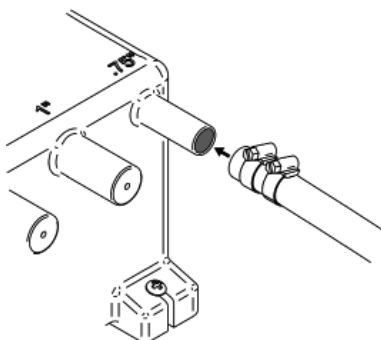

Figure 8 Fixation du tuyau à l'orifice du réservoir
Étape 5: Fixer toute la tuyauterie sur les orifices sélectionnés en utilisant les colliers de serrage qui conviennent, comme illustré à la Figure 8. Vérifier qu'il n'y a pas de fuite. Ne pas serrer excessivement les colliers de serrage du tuyau.